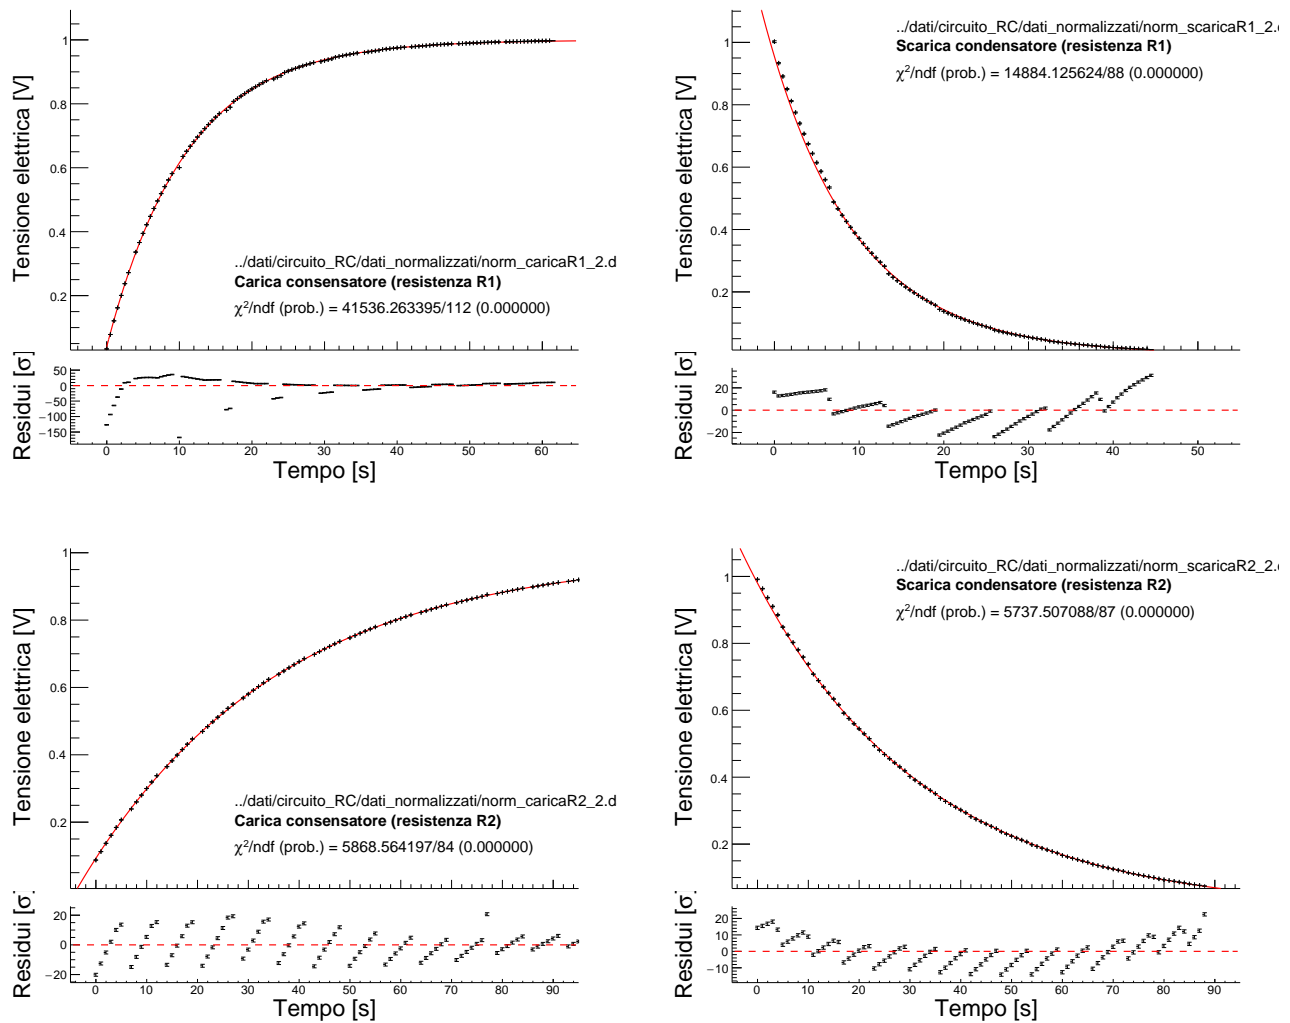

Figura 4.
Dai file raccolti dal software DMMDaq riportati nell'appendice A rappresentiamo in Figura 4 le coppie $(t, V_C(t))$ per i processi di carica e scarica relativi alle due resistenze. L'errore relativo a t si assume essere $\varepsilon_t = 0.005 \cdot T$ dove $T = \Delta t$ è l'intervallo che intercorre tra due misurazioni. Per l'errore relativo a V_C consideriamo la maggiore tra le seguenti quantità:
Sui punti rappresentati in Figura 4 eseguiamo poi fit utilizzando la Eq. (1) per i processi di carica (Figura 4 a sinistra, sopra con la resistenza R_1 sotto R_2), e la Eq. (2) per i processi di scarica (Figura 4 a destra, sopra con la resistenza R_1 sotto R_2).